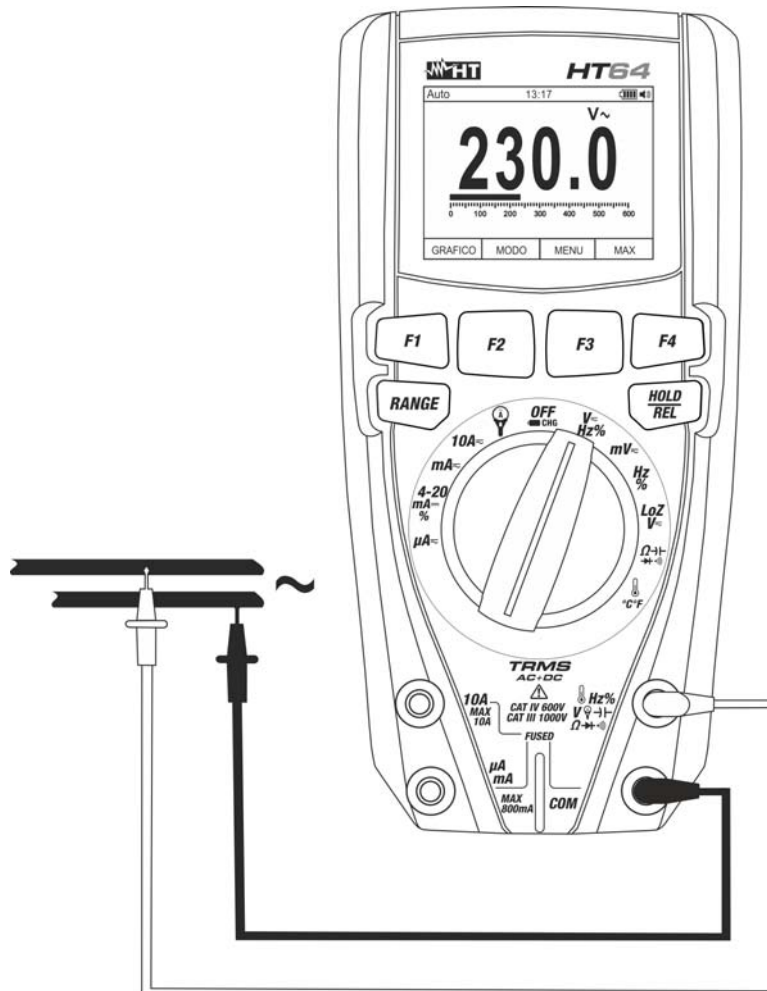

Fig. 23: Uso del instrumento para medida de Tensión CA
4. Posicione la punta roja y la punta negra respectivamente en los puntos del circuito en examen (vea Fig. 23). El valor de la tensión se muestra en el visualizador